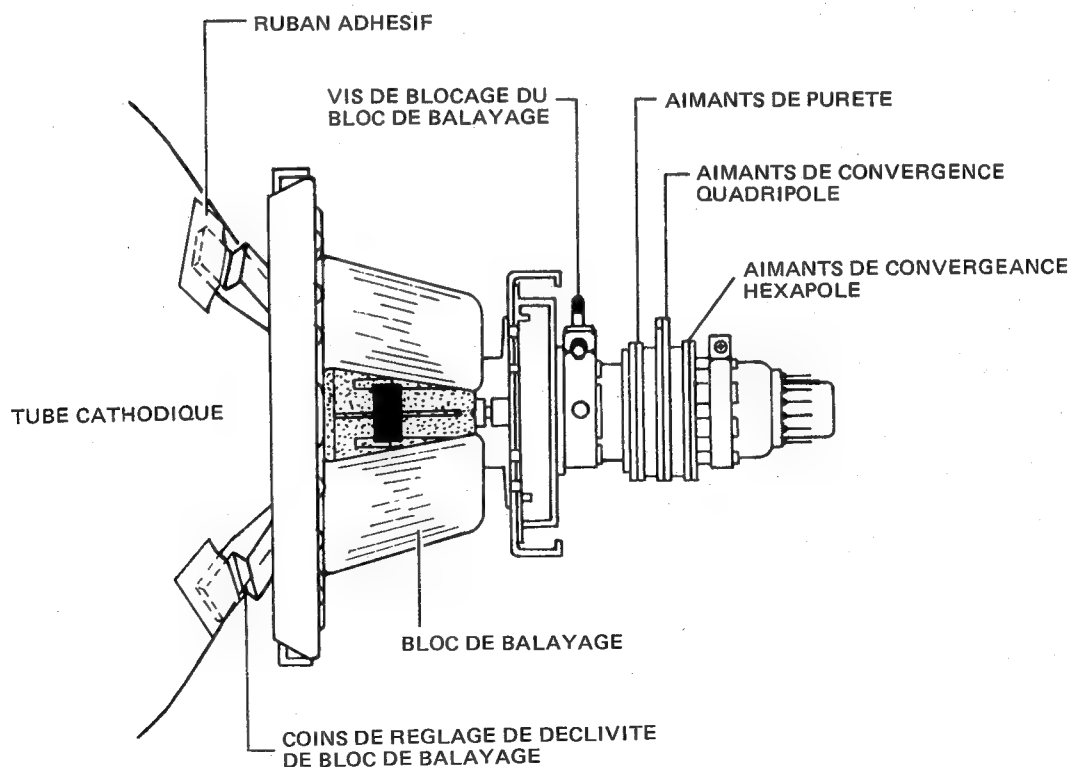

Figure 1. Localisation des composants du col du tube image
1. Contrôler l'emplacement correcte de chaque composant sur le col du tube. (Voir figure 1.)
4. Pour obtenir un canevas d'essais, court-circuiter entre la broche ⑪ de I401 et la masse. Puis tourner le contrôle d'écran dans le sens des aiguilles d'une montre jusqu'à obtention d'un canevas normal.